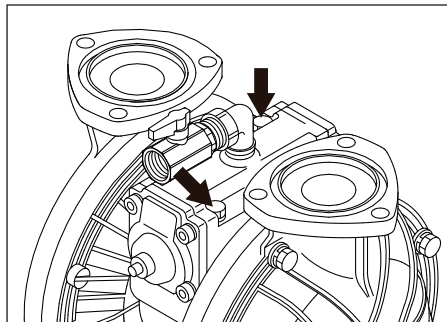

Figure 27
- Retirer les 6 vis de retenue du corps de robinet et enlever le corps de la vanne (voir figure 27).